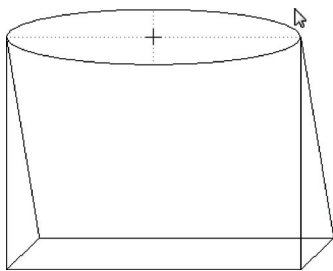

图 2-43 确认椭圆长轴端点
STEP 03 在绘图区中左侧的合适位置处单击鼠标左键，确认椭圆长轴的第一个端点，向右移动鼠标指针至合适位置处单击鼠标左键，确定长轴的第二个端点，如图 2-43 所示。